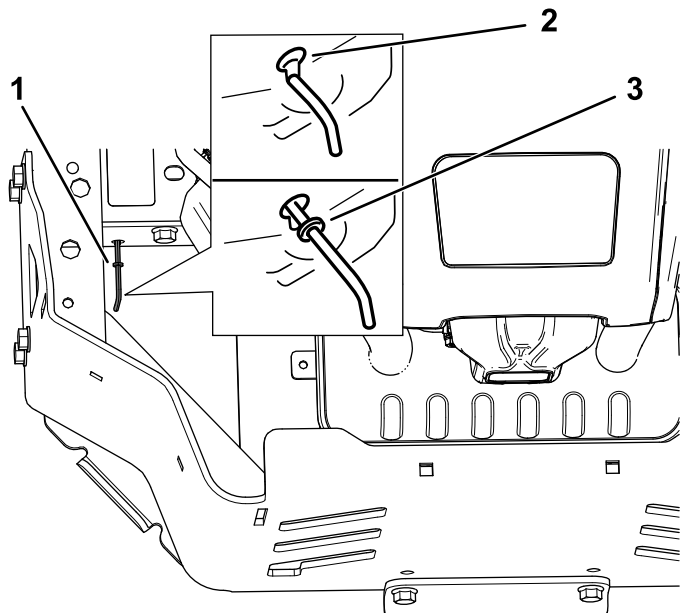

Figura 39
4. Mueva las palancas de desvío hacia delante a través del orificio y hacia abajo para bloquearlas en esa posición (Figura 39).
Mueva las palancas de desvío hacia atrás a través del orificio y hacia abajo para bloquearlas en esa posición, según se muestra en la Figura 39.